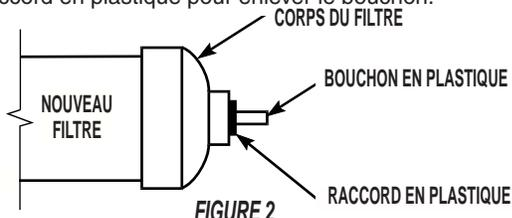

FIGURE 2
4. Un bouchon en plastique est installé à chaque extrémité du nouveau filtre pour le garder propre pendant l'expédition. Pour enlever chaque bouchon, tenir le raccord en plastique contre le boîtier du filtre, et tirer en ligne droite sur le bouchon. Jeter les bouchons. Voir la Figure 2.